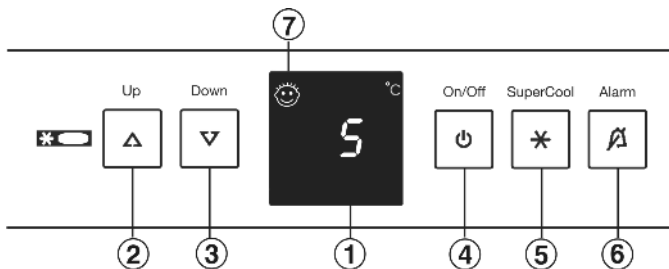

Fig. 2
- ▶ Premere il tasto On/Off Fig. 2 (4).
- ▶ Attivazione del modo regolazione: premere il tasto SuperCool Fig. 2 (5) per ca. 5 s.
- ▶ Con il tasto di regolazione Up Fig. 2 (2) e con il tasto di regolazione Down Fig. 2 (3) selezione H .
- ▶ Confermare: premere brevemente il tasto SuperCool Fig. 2 (5).
- ▶ Regolazione del display più chiaro: premere il tasto di regolazione Up Fig. 2 (2).
- ▶ Regolazione del display più scuro: premere il tasto di regolazione Down Fig. 2 (3).
- ▶ Confermare: premere il tasto SuperCool Fig. 2 (5).
- ▶ Disattivazione del modo regolazione: premere il tasto On/Off Fig. 2 (4).